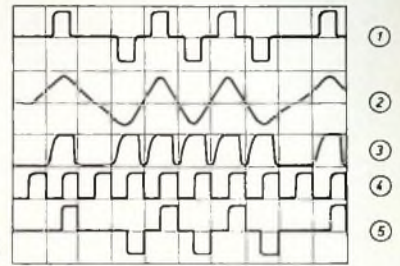

Bild 4. Blockschaltung eines Regenerativverstärkers (a) und Signalverläufe (b)
Bei der Übertragung von Signalen über Kabel werden Regenerativverstärker (RV) benötigt. Bild 4 zeigt die Blockschaltung eines derartigen Regenerativverstärkers mit einigen charakteristischen Signalformen. In der Zeile 1 im Bild 4b ist der zeitliche Verlauf des Signals, wie es in einen Kabelabschnitt eingespiegt wird, dargestellt. Das durch das Kabel gedämpfte und verzerrte Signal gelangt über den Eingangsübertrager zum Entzerrer und Eingangsverstärker. Ein Festentzerrer korrigiert die frequenzabhängige Dämpfung des Kabels, während ein variabler Entzerrer den Einfluß unterschiedlicher Regeneratorabstände kompensiert. Die Zeile 2 zeigt den Signalverlauf hinter dem Eingangsverstärker. Dieses Signal wird zunächst einer Amplitudenselektion unterworfen. Sobald es (unabhängig von der Polarität) einen vorgegebenen Schwellenwert überschreitet, wird es als L, sonst als O gewertet (Zeile 3). Der Taktgenerator G, dessen Frequenz auf die des durchlaufenden Bitstroms geregelt wird (Zeile 4), formt schließlich zusammen mit den Ausgangsverstärkern die abzugehenden Impulse völlig neu (Zeile 5).